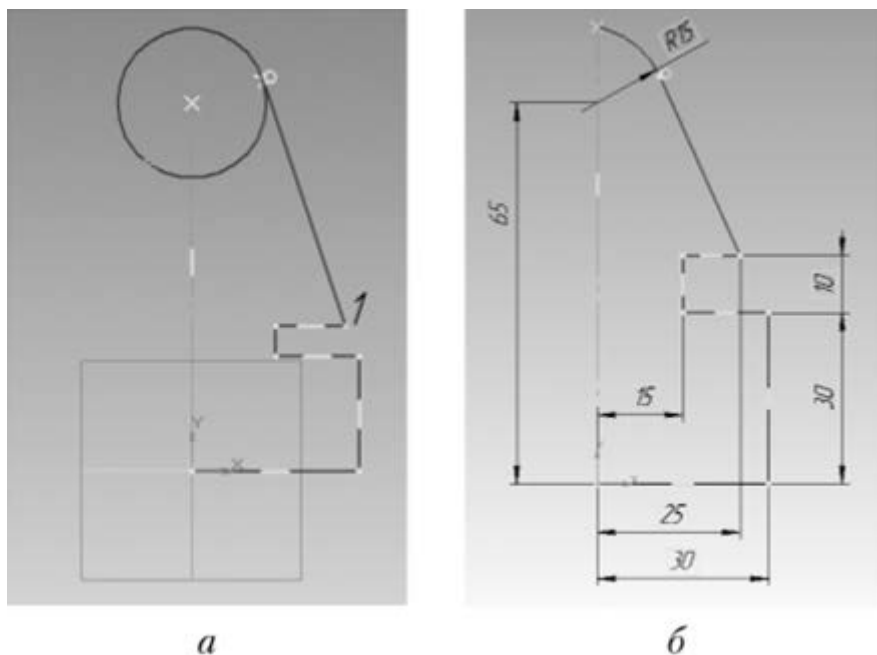

Рис. 8.2- Построение эскиза детали
Ломаную линию строим из начала координат до точки 1 (рис. 8.2, а). Закрываем команду *Непрерывный ввод объектов*. Затем, воспользовавшись привязкой *Точка по кривой*, в произвольном месте оси вращения изображаем окружность любого радиуса. Касательную из точки 1 к полученной окружности строим с помощью команды *Касательный отрезок через внешнюю точку*. Выбираем из двух возможных подходящий по чертежу отрезок и «создаем объект».
- 3.2. После выделения курсором линии, размеры которой мы хотим установить, на экране возникает окно *Установить значение размера*. Так как мы не придерживались размеров чертежа, в строке *Выражение* находится произвольный размер. Вместо него вписываем нужное число. Изображение в окне документа корректируется (рис. 8.2, б).